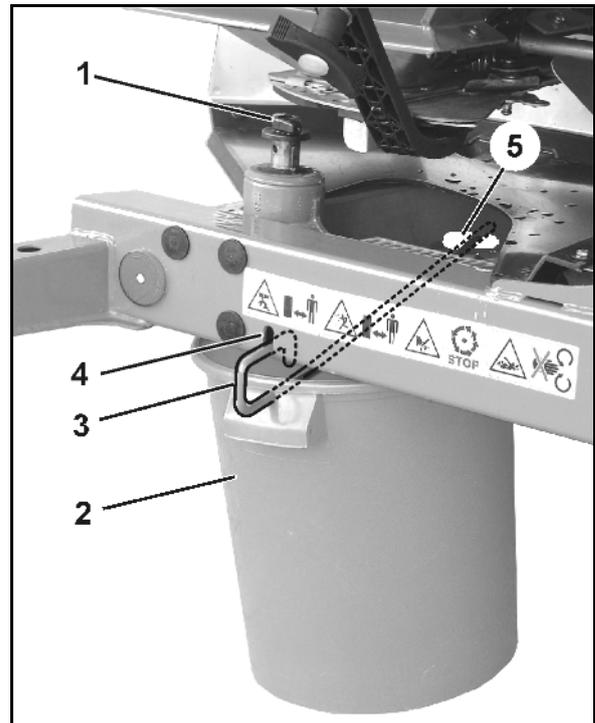

Fig. 66
1. Retirar la tuerca de mariposa (Fig. 66/1).
Para una regulación precisa y sin necesidad de herramientas de cada una de las paletas distribuidoras, los discos de distribución disponen de unas escalas graduadas (Fig. 66/1 y Fig. 66/2) diferentes que no pueden intercambiarse entre sí.
- La pala de dispersión corta (Fig. 66/3) tiene asignada la escala (Fig. 66/1) con los valores del 5 al 28, y la pala larga (Fig. 66/4), la escala (Fig. 66/2) con los valores del 35 al 55.
- Para la pala de dispersión corta (Fig. 66/3), determinar los valores en el indicador (Fig. 66/5).
- Para la pala de dispersión larga (Fig. 66/4), determinar los valores en el indicador (Fig. 66/6).
- Al ajustar las palas de dispersión a un valor más alto de la escala (Fig. 66/1 o Fig. 66/2) se incrementa la anchura de trabajo.